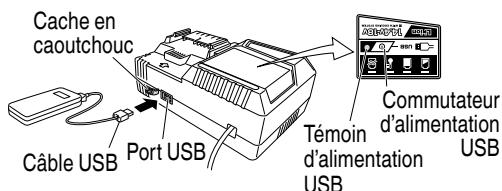

Fig.10
## (2) Mettez le commutateur d'alimentation USB sur marche (Fig. 10)
## (3) Connectez le câble USB. (Fig. 10)
- Mettez le commutateur d'alimentation USB sur arrêt et débranchez le câble d'alimentation de la prise électrique. (Fig. 10)